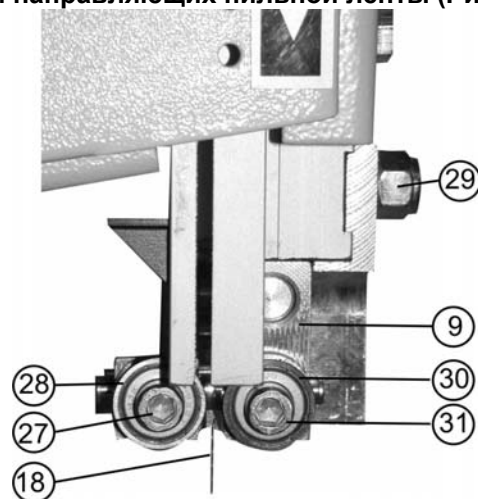

Рис. 9
13.2. Контроль за подшипниками (Рис. 9, 10).
- очищайте смолу, накапливающуюся на рабочем столе (11), Рис. 2, направляющих пильной ленты (9) и (32) (Рис. 9, 10) и подшипниках (28, 30, 34, 40, 35). (Не используйте растворители).
11.3.2. Убедитесь, что обе направляющие (9 и 32), Рис. 9 и 10, отведены от пильной ленты (18) (см. п. 11.5.), и пильная лента (18) натянута (см. п. 11.4.).
11.5. Регулировка нижней и верхней направляющих пильной ленты (Рис. 9, 10)
11.6.1. Для выполнения качественной работы, уменьшения нагрузки на пильную ленту (18) и обеспечения техники безопасности при выполнении пиления заготовки, нижний край направляющих подшипников (28 и 30), Рис. 9, верхней направляющей (9) необходимо установить на высоте не более 3 мм от заготовки.